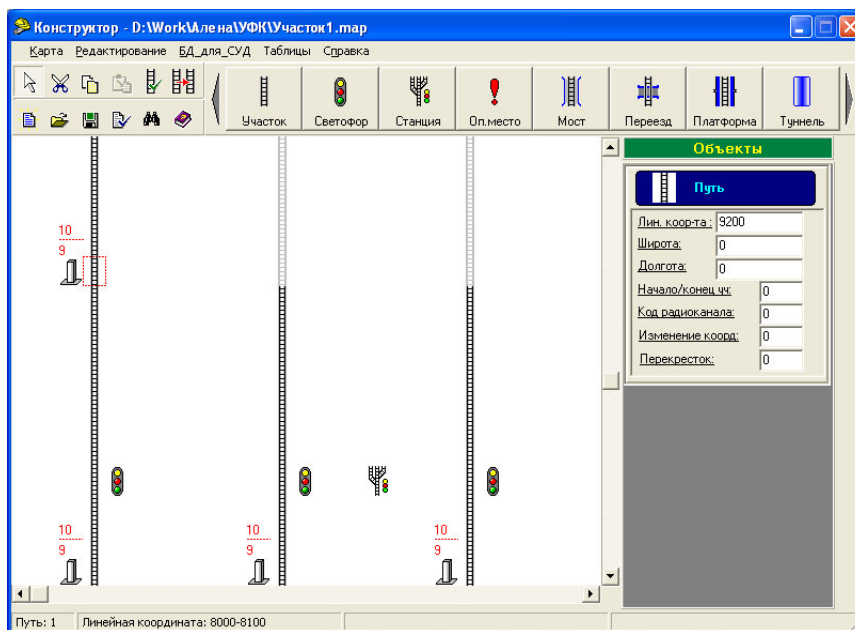

Рисунок 2.24
2.3.2.13 Формирование километрового участка длиной $L > 1$ км выполняется с помощью двух одноименных километровых участков (рисунок 2.24). При этом длина первого километрового участка равна $(L-1)$ км.
Для этого в выпадающем подменю «Таблицы» (рисунок 2.24) выберите таблицу «по км-столбам...». При этом в приложении «Документ1 - Microsoft Word» формируется таблица (рисунок 2.33), в которой отражены свойства километровых столбов, в том числе - «Широта» и «Долгота». Также, в столбце «Расстояние» указано расчетное расстояние между близлежащими километровыми столбами. Анализ этих величин позволяет принять решение о достоверности снятых географических координат.